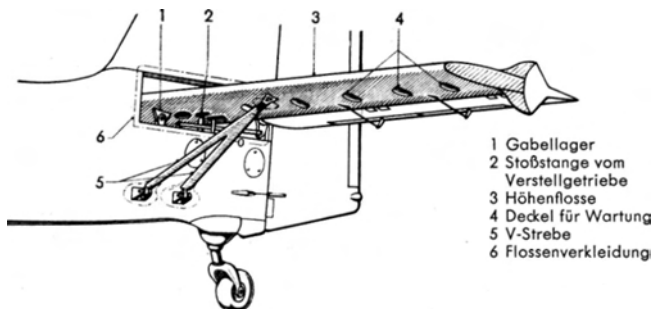

Abb. 2 Höhenflosse
Die Höhenflosse (Abb. 2) (3) ist am Rumpf in einem Gabellager (1) am Vorderholm drehbar gelagert und auf beiden Seiten durch umgekehrte V-Streben (5) zum Rumpfboden abgestrebt. Am Hinterholm greift eine Stoßstange (2) vom Verstellgetriebe an, das mittels Drucköl über eine Einziehstange betätigt wird. Die Verstellung erfolgt zwansläufig mit der druckölbetätigten Klappenverstellung.